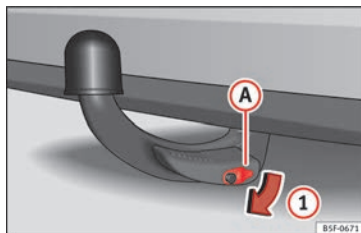

Fig. 233 Retirar la tapa de la cerradura
- Extraiga la tapa **A** de la cerradura en el sentido de la flecha **1** » fig. 233.